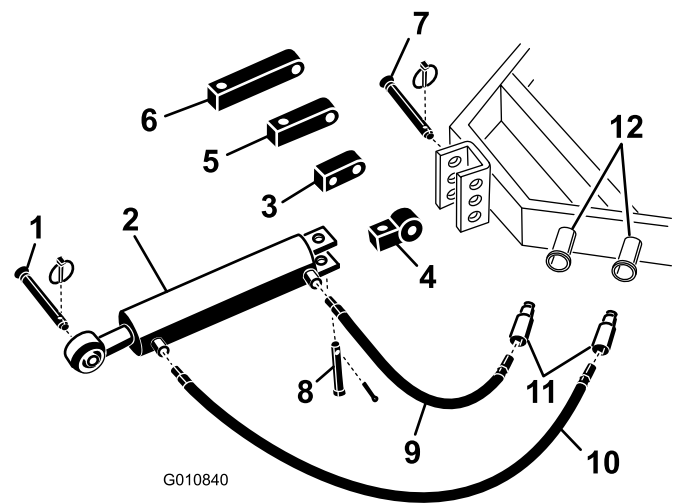

Figura 5
1. Fixe a extremidade de ligação do braço de ligação do hidráulico ao tractor com os pinos fornecidos com o tractor (Figura 5). Posicione o braço superior hidráulico de forma a que a extremidade da barra fique voltada para o arejador. As portas do cilindro devem ficar posicionadas na direcção dos hidráulicos de potência auxiliar do tractor.
Nota: Se o cilindro hidráulico tiver de ficar posicionado com as portas voltadas para cima, utilize o bloco rotacional em vez do bloco de montagem padrão para reposicionar o cilindro (Figura 5).
- A. Retire o contrapino e o pino que fixam a ligação padrão ao cilindro (Figura 5). Retire a ligação do cilindro.
- B. Instale o bloco rotacional no cilindro com os pinos previamente retirados (Figura 5).
2. Ligue a mangueira hidráulica de 95 mm à porta do braço superior hidráulico que está mais perto do arejador Figura 5. Aplique fita Teflon ou vedante de rosca nas estrias da mangueira para evitar quaisquer fugas.
3. Ligue a mangueira hidráulica de 65 mm à porta do braço superior hidráulico que está mais perto do tractor Figura 5. Aplique fita Teflon ou vedante de rosca nas estrias da mangueira para evitar quaisquer fugas.
Se o cilindro hidráulico não chegar ao suporte de montagem do arejador, utilize um bloco de extensão em vez do bloco de montagem padrão para ligar o cilindro ao tractor (Figura 5).
- Retire o contrapino e o pino que fixam a ligação padrão ao cilindro (Figura 5). Retire a ligação do cilindro.
- Instale o bloco de extensão com o comprimento necessário no cilindro com os pinos previamente retirados (Figura 5).